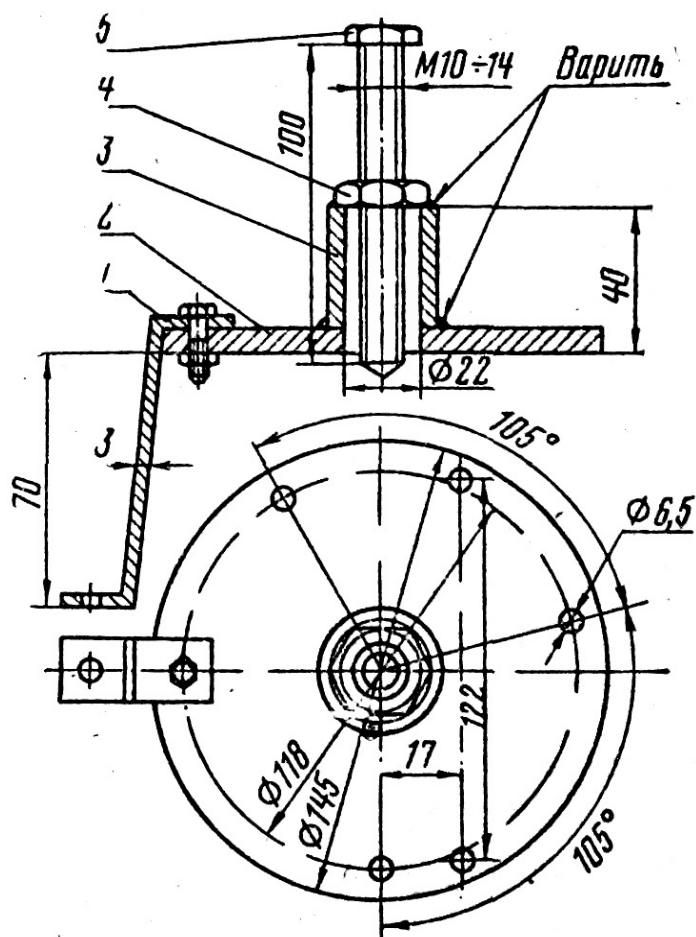

Рис. 60. Съёмник коленчатого вала:
4. Устанавливают (без скобы) съёмник (рис. 60) на место крепления статора генератора и закрепляют его тремя болтами. Ввёртывая центральный болт съёмника, упирающийся в цапфу, и обстукивая место разъёма половин ручкой молотка, отделяют правую половину картера. При этом необходимо следить, чтобы прокладка отделялась вместе с одной из половин, для чего действуют лезвием ножа, отвёртки или бритвы. Если половина картера отделяется неравномерно следует тщательно осмотреть весь картер и найти причину. Не обнаружив ее, необходимо помочь съёмнику ударами ручки молотка или даже шинной лопаткой, но делать это следует очень осторожно, чтобы не повредить прокладку или плоскости разъёма.